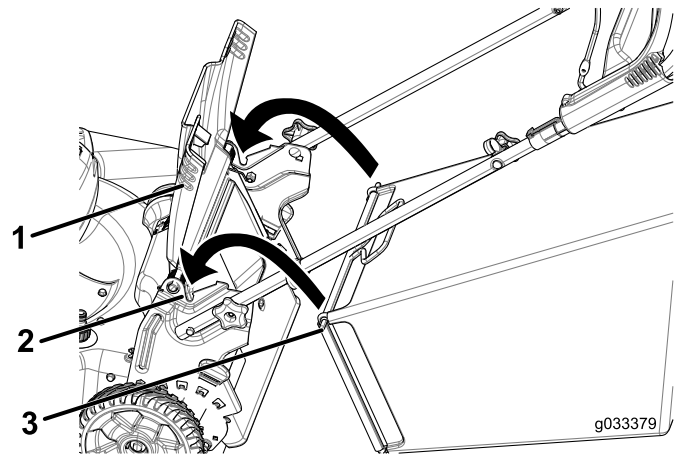

Bild 17
1. Heben Sie das hintere Ablenkblech an und halten Sie es hoch (Bild 17).
2. Setzen Sie den Grasfangkorb ein, stellen Sie sicher, dass die Stifte am Fangkorb in den Kerben am Holm sind (Bild 17).